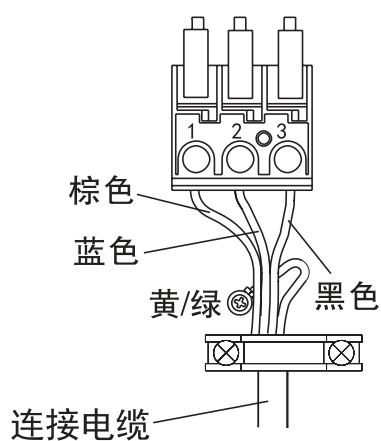
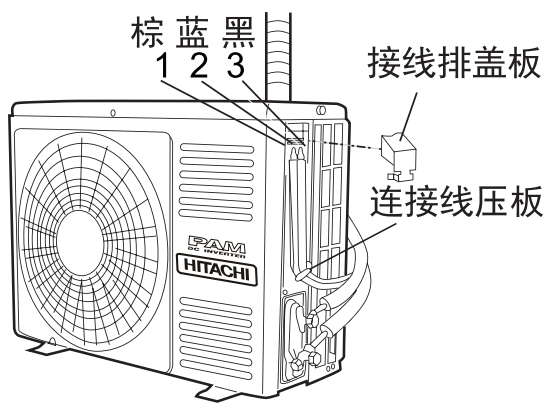

图26
图28
- (1) 把室外机组中连接电缆按图26、图28所示正确的牢固连接